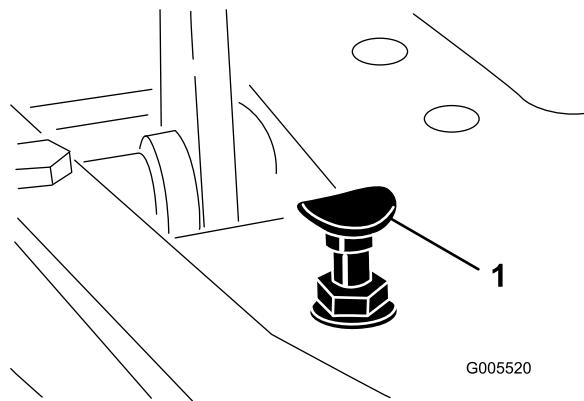

図 43
1. モードレバーを移動走行位置にセットし、ペダルストップを固定しているロックナットをゆるめる図 43。
モードレバーを移動走行位置にセットし、ペダルを一杯に踏み込めば最高速度となります。ケーブルに張力が掛かる前にペダルがストップ図 43に当たる場合には調整が必要です。